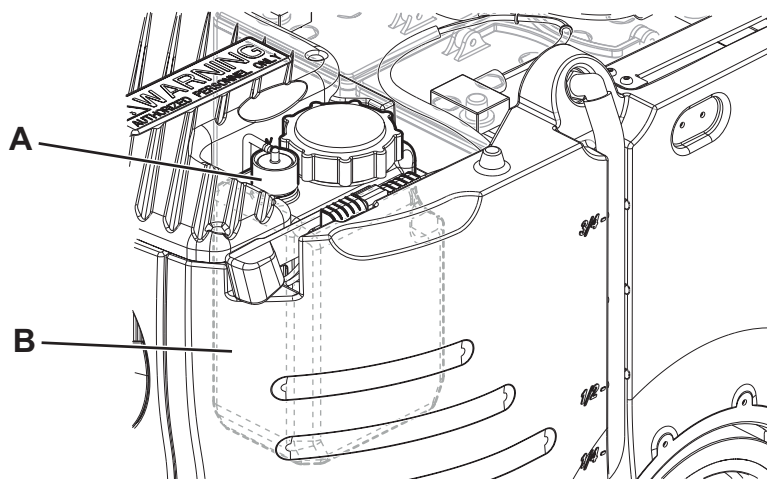

Figure 13
2. S'assurer que la machine est éteinte avec la clé opérateur (41) retirée.
3. Ouvrir le couvercle (29) et vérifier si le réservoir de l'eau de récupération (17) est vide. Dans le cas contraire, le vider au moyen du tuyau de vidange (26).
4. Fermer le couvercle (18).
5. Saisir la poignée (35) et soulever le groupe réservoir eau de récupération (17) avec soin.
6. Dévisser le bouchon (A, Fig. 13) du réservoir de détergent (B).
9. Remplacer le réservoir de détergent (B) dans son compartiment comme indiqué sur la figure et remplacer le bouchon (A).